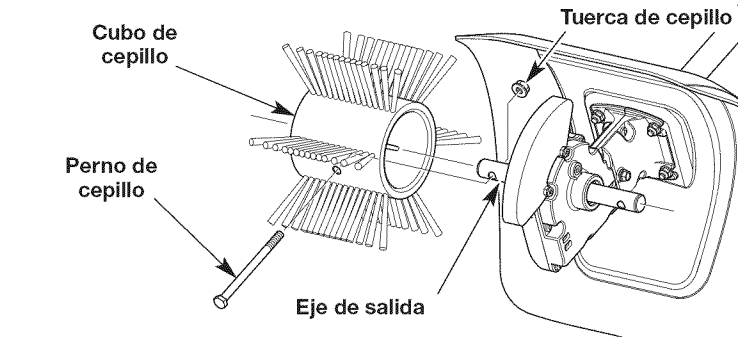

Fig. 6
4. Retire el perno y la tuerca del cepillo. Saque el cubo del cepillo deslizando fuera del eje de salida (Fig. 6).
2. Coloque un cubo de cepillo nuevo en un eje de salida (Fig. 6).
3. Rote el cubo para alinear el orificio del cubo de cepillo con el orificio del eje de salida (Fig. 6).
4. Inserte a través de los orificios alineados un perno de cepillo. Coloque una tuerca de cepillo en el perno del cepillo (Fig. 6).